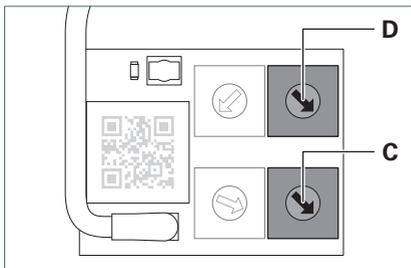

Fig. 7: Zwei Drehcodierschalter für die Gruppenzuordnung.
- ▶ Um die Leuchte genau einer Gruppe zuzuordnen, stellen Sie die beiden Drehcodierschalter **C** und **D** auf die gleiche Gruppenadresse, siehe Fig. 7.